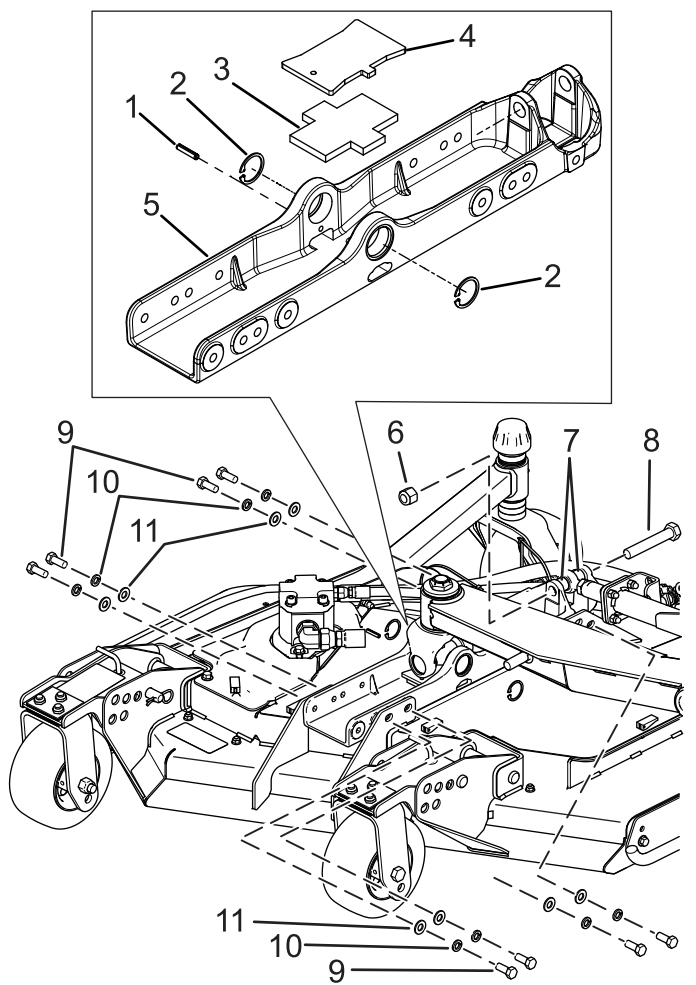
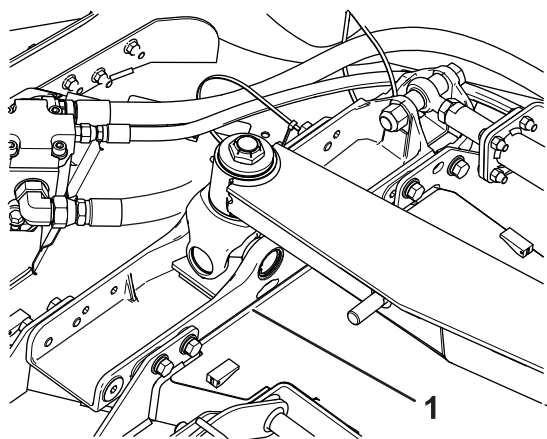

Рисунок 3
Рисунок 4
1. Снимите стопорные кольца с обеих сторон универсального шарнира, как показано на Рисунок 3.
3. Снимите имеющийся длинный болт (Рисунок 3).
4. Снимите пластину и резиновую подкладку (Рисунок 3). Удалите пластину в отходы.
5. Отверните болты крепления опоры деки к режущему блоку (Рисунок 3).
6. Отверните болт, контргайку и проставки крепления гидроцилиндра к опоре деки. Удалите в отходы крепежные детали и имеющуюся опору деки (Рисунок 3).
9. Установите болты, которые крепят опору деки к режущему блоку (Рисунок 3 и Рисунок 4); затяните их с моментом 102 Н·м.
10. Установите колпачки универсального шарнира и закрепите их с помощью ранее снятых стопорных колец (Рисунок 3).
11. Установите гидравлический цилиндр на опору деки с помощью болта ($\frac{3}{4}$ x 4 $\frac{1}{2}$ дюйма), контргайки ($\frac{3}{4}$ дюйма) и проставок (Рисунок 3); затяните с моментом 136 Н·м.